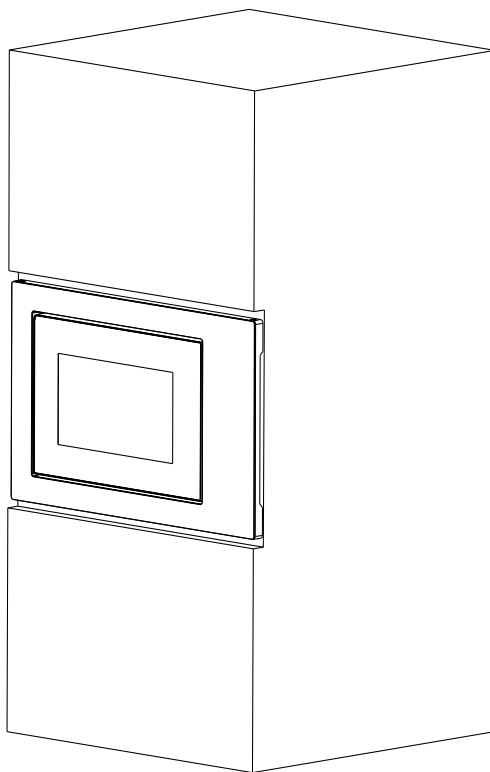

Fig.2
b) Shtyjeni furrën mikrovalore deri në fund. (Fig. 2)